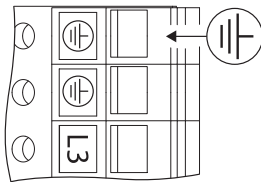

Fig. 27: Puesta a tierra adicional
- Dada la intensidad de la corriente de derivación en los motores a partir de 11 kW, según EN 61800-5-1:2008-04 se ha de conectar una puesta a tierra adicional y reforzada (véase Fig. 27).